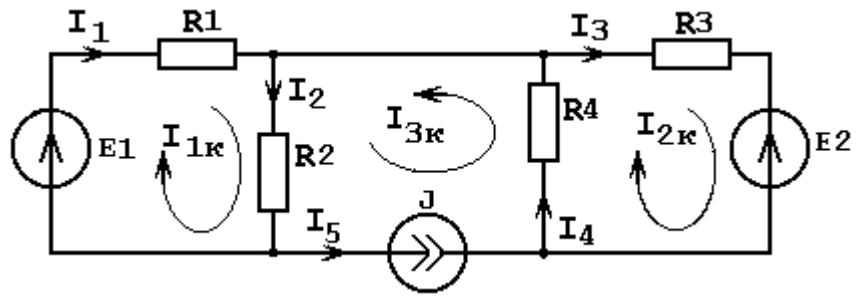

Рисунок 1.77
4. Указываем условно-положительные направления контурных токов и токов в ветвях схемы (рисунок 1.77). При этом контурные токи выбираем таким образом, чтобы через ветвь с источником тока проходил только один контурный ток.